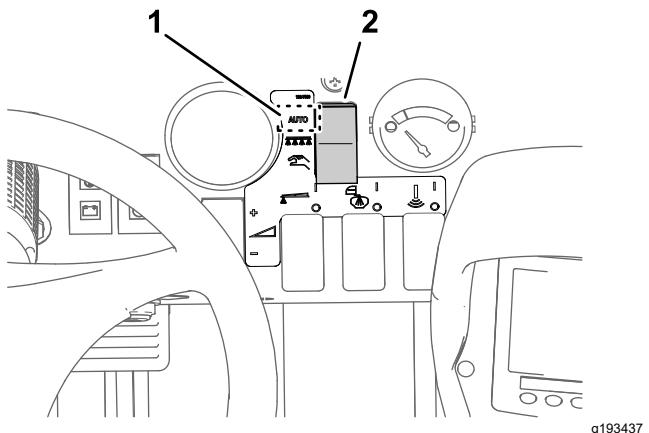

Figure 43
- Placez le secteur de mode du pulvérisateur en position Mode débit d'application (Figure 43).